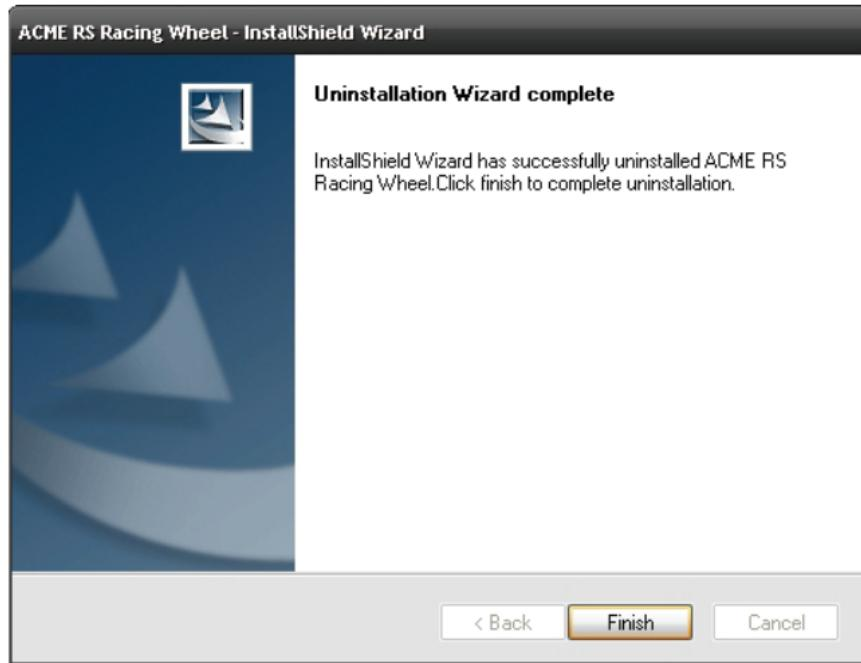

Рисунок 8
- Нажмите Finish для сохранения настроек и выхода (см. рисунок 8 ниже).